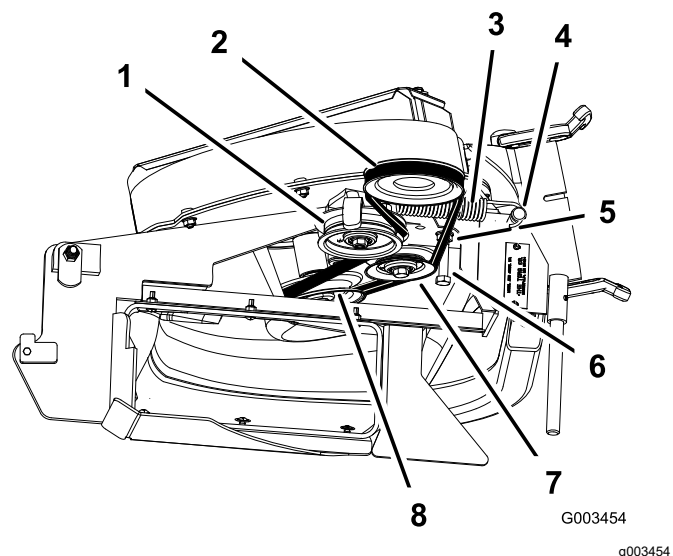

Figura 44
- Afloje el perno de guía de la correa (Figura 44).
- Instale la correa nueva alrededor de la polea del soplador (Figura 44).
- Apriete el perno de guía de la correa (Figura 44).
9. Coloque la correa sobre la polea tensora tensada con muelle (Figura 44).